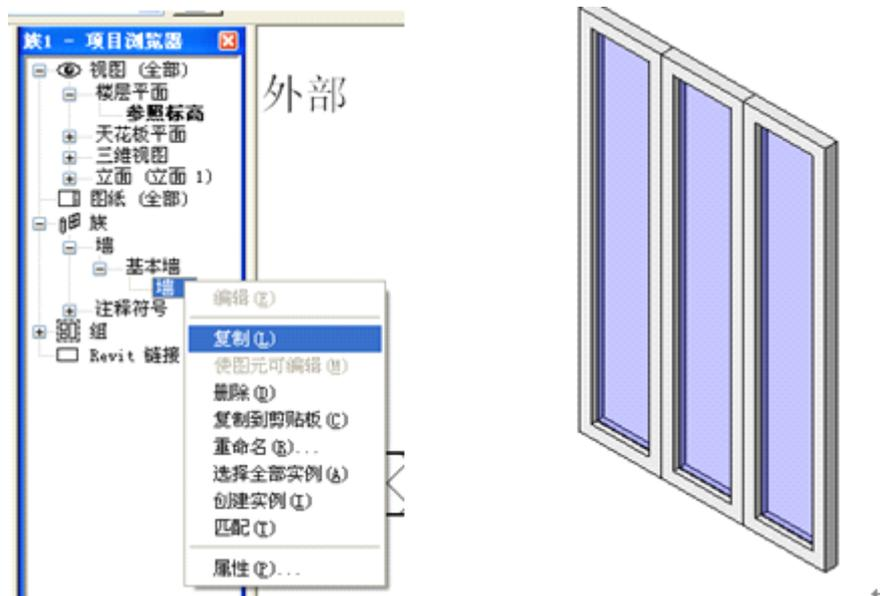

图 19.12-18
- 在项目浏览器中复制“墙 1”，生成“墙 2”后删除“墙 1”在出现警告后单击“确定”，关闭警告，观察三维视图，已经删除族文件中依附于墙体的属性（如图 19.12-18 所示）。